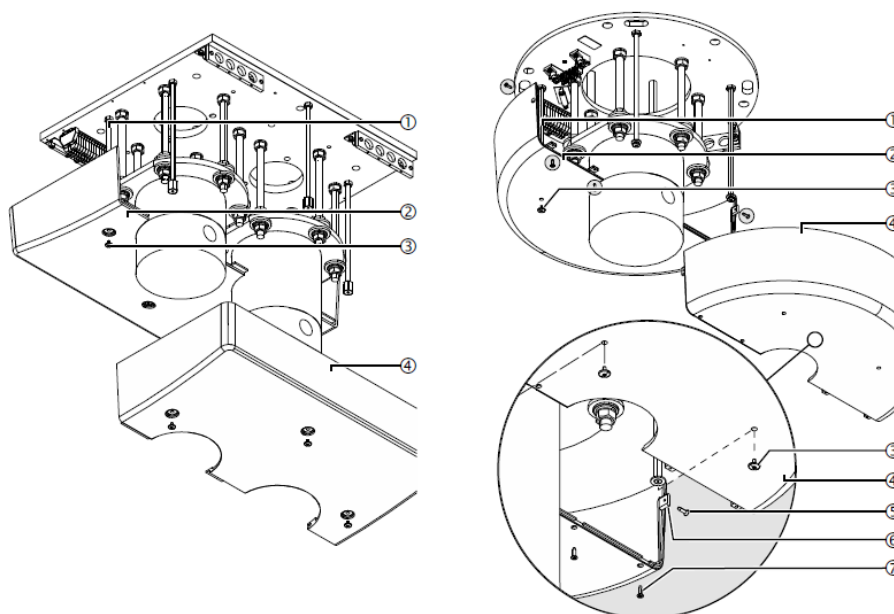

Fig. 56 Montage des moitiés de garniture
- Placez la bande sectionnelle (non représentée sur la figure) sur la première moitié de la garniture ② comme indiqué sur la figure 56 (en option, l'auvent peut être scellé avec de la silicone).
- Monter la première moitié de la garniture ② sur les boulons filetés M10 x 360 mm ①, puis visser et serrer les vis du couvercle ③.
- Vérifiez que la moitié de la garniture ② est au même niveau que le faux plafond. Si nécessaire, remettez en place les 6 boulons filetés M10 x 360 mm ①.
- Placez le rail de section (non illustré) sur la deuxième moitié du capot ④ et poussez-le sur la première moitié de la garniture ② de manière à ce qu'ils s'emboîtent étroitement.
- Monter la deuxième moitié de la garniture ④ sur les boulons filetés M10 x 360 mm ①, puis visser et serrer les 3 vis de couverture ③.